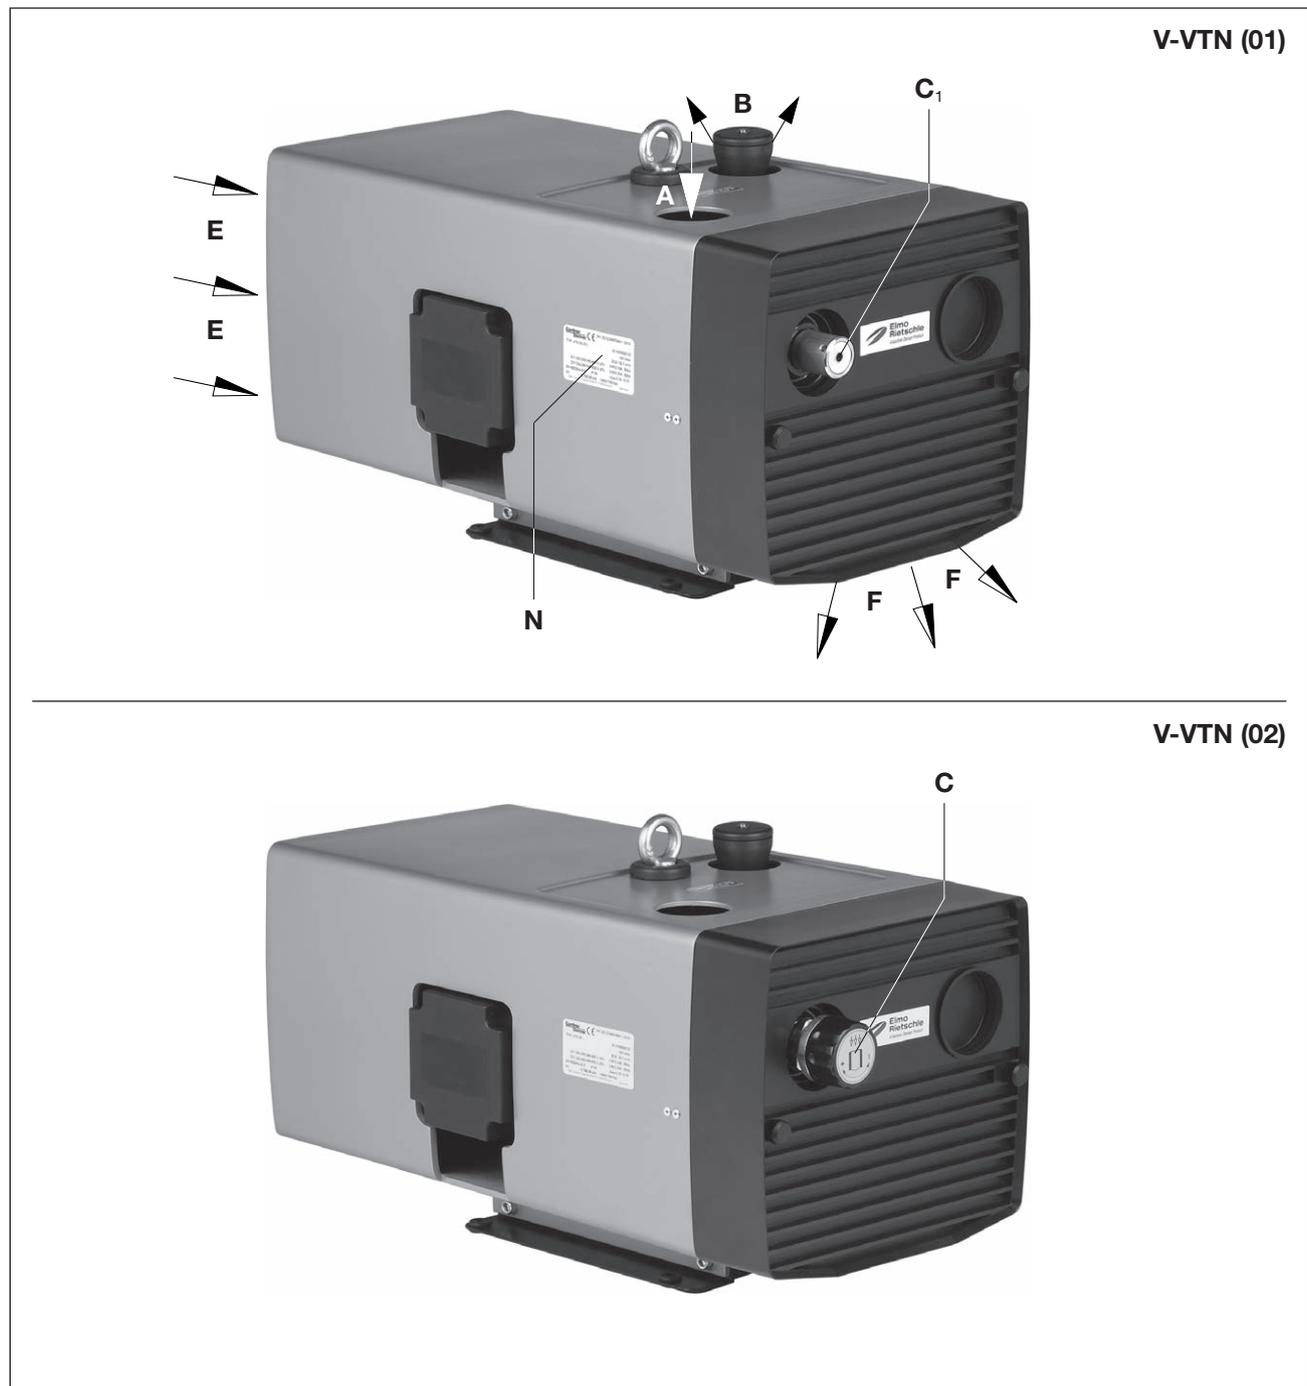
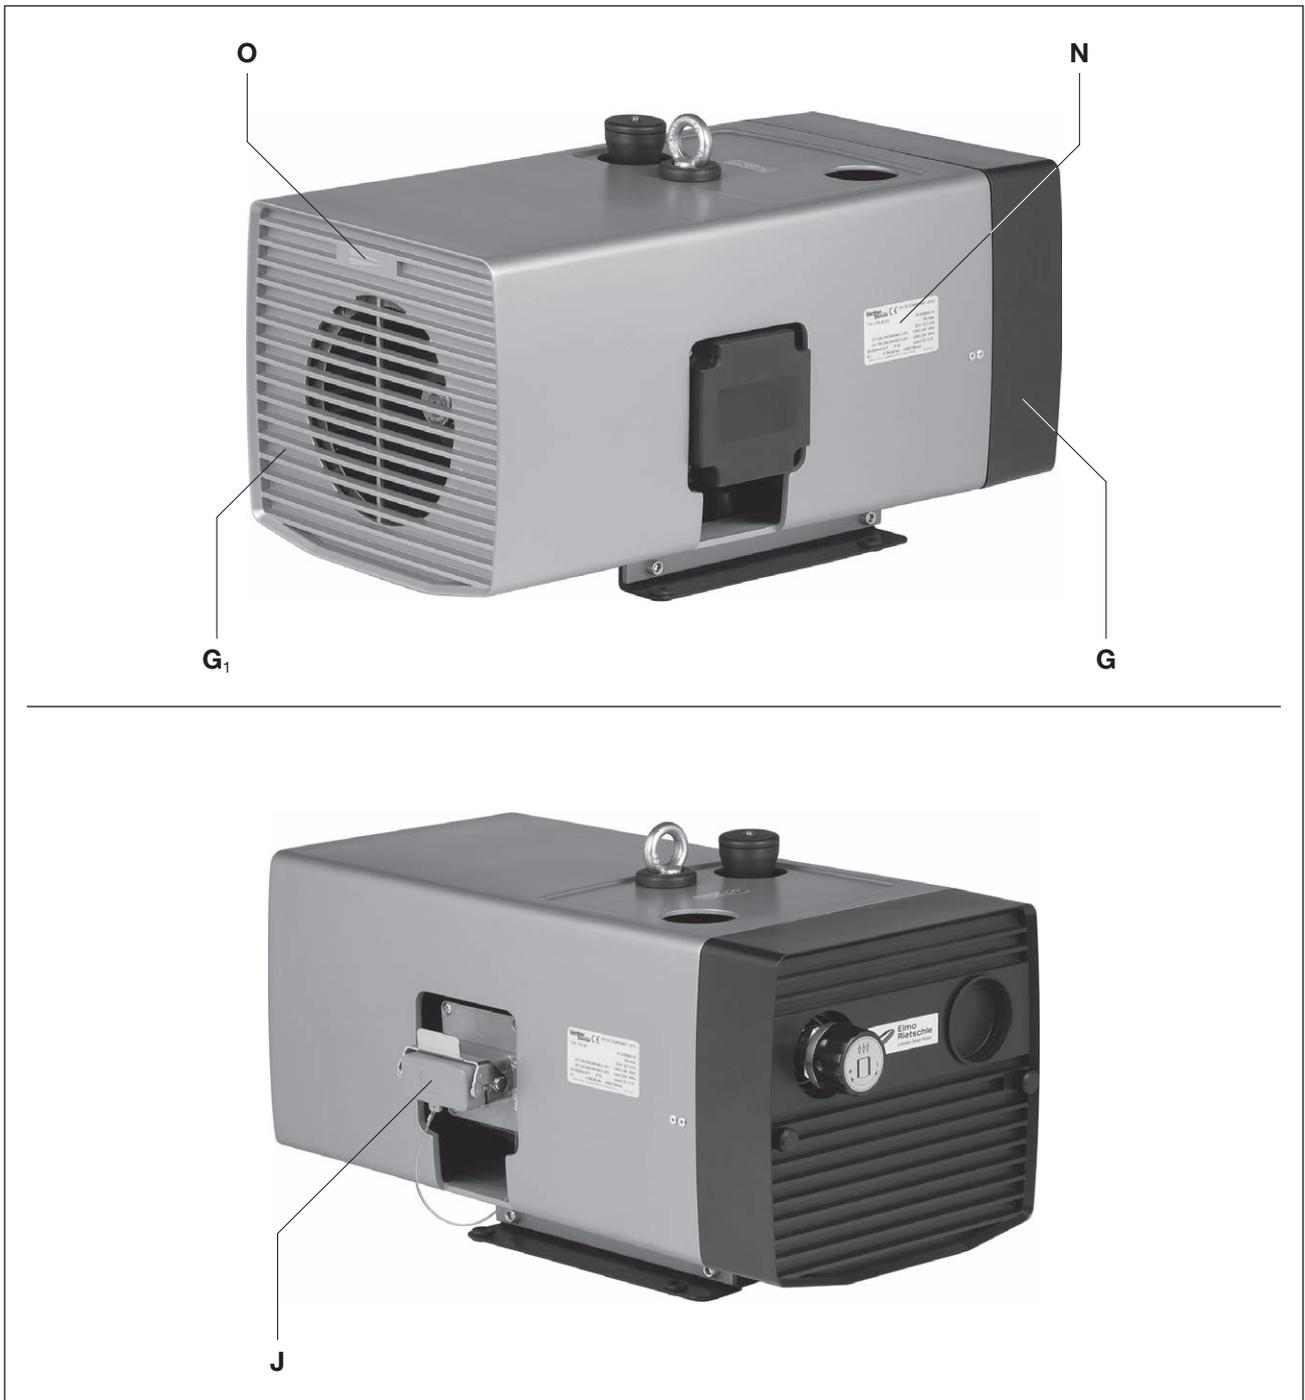

Abb. 2 Vakuumpumpe V-VTN (01) / V-VTN (02)
Abb. 3 Vakuumpumpe V-VTN
Die V-VTN (02) hat standardmäßig ein Vakuum-Regulierventil (Abb. 2/C), das die Einstellung von Vakuum auf gewünschte, jedoch nach oben begrenzte Werte erlaubt.
Zum Demontieren des Ausblasgitters (Abb. 3/G) und Ansauggitters (Abb. 3/G₁) müssen für Wartungsarbeiten mindestens 30 cm Platz vorhanden sein. Zusätzlich ist zu beachten, dass die Kühleintritte (Abb. 2/E) mindestens 10 cm Abstand zur nächsten Wand haben (austretende Kühlluft darf nicht wieder angesaugt werden).
- a) Vakuumanschluss bei (Abb. 2/A).
Die Einstellung des Vakuums kann durch Drehen des Regulierknopfes (Abb. 2/C) entsprechend dem auf dem Drehknopf angebrachten Symbolschild erfolgen.
- a) Die elektrischen Motordaten sind auf dem Datenschild (Abb. 2/N) bzw. dem Motordatenschild angegeben. Die Motoren entsprechen DIN EN 60034 und sind in Schutzart IP 55 und Isolationsklasse F ausgeführt. Das entsprechende Anschlusschema befindet sich im Klemmenkasten des Motors (entfällt bei Ausführung mit Steckeranschluss). Die Motordaten sind mit den Daten des vorhandenen Stromnetzes zu vergleichen (Stromart, Spannung, Netzfrequenz, zulässige Stromstärke).
- b) Motor über Steckeranschluss (Abb. 3/J) bzw. Motorschutzschalter anschließen (zur Absicherung ist ein Motorschutzschalter und zur Zugentlastung des Anschluss-Kabels ist eine Kabelverschraubung vorzusehen).
- ▷ Die vorgesehene Drehrichtung der Antriebswelle ist durch den Drehrichtungspfeil (Abb. 3/O) gekennzeichnet.